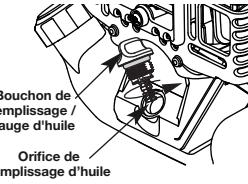

Fig. 23
6. Si le niveau est trop bas, ajoutez un peu d'huile par l'orifice et revérifiez (Fig. 23). Continuez jusqu'à ce que le niveau d'huile atteigne le haut de la jauge.
**REMARQUE:** Assurez-vous que le joint torique est mis sur le bouchon de remplissage / jauge d'huile au moment de la vérification et du changement d'huile (Fig. 23).